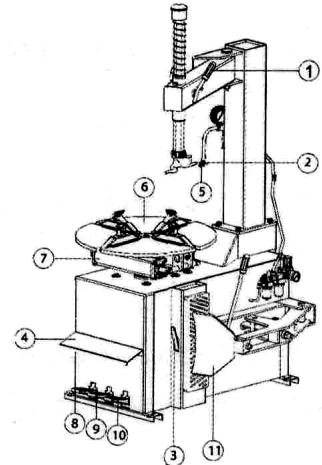
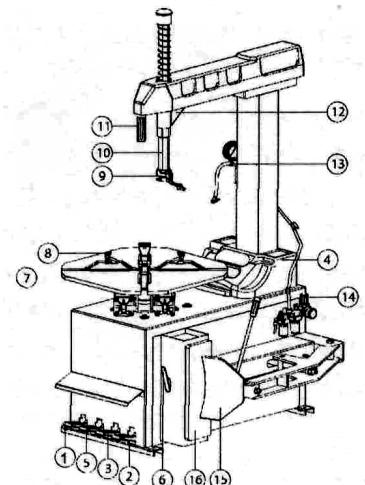
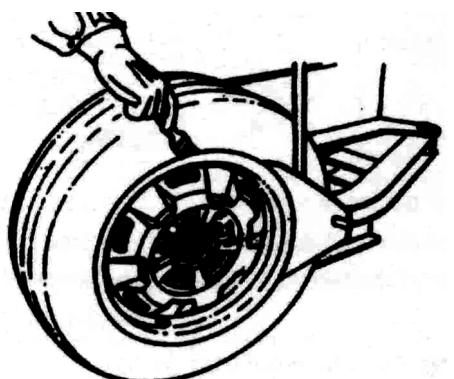
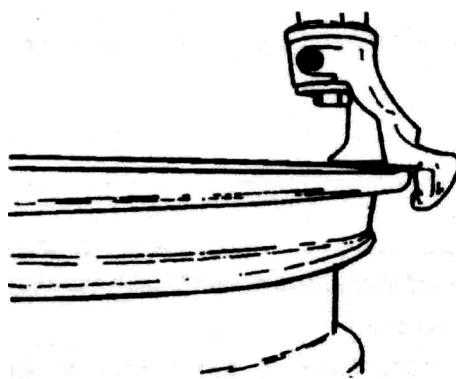

Рис. 2
Рис. 3
Рис. 11
Рис. 12
2.2. Устройство полуавтоматического станка с двойной блокировкой (рис. 2)
2.3. Устройство автоматического станка (рис. 3)
1. Поместите шину между лопatkой устройства отрыва борта и резиновым упором, вставьте лопатку между бортом покрышки и ободом, нажмите на педаль (10) (на рис.2 - 10, на рис.3 - 3), чтобы оторвать борт от обода колеса (Рис.11).
3. Установите вертикальный шток в рабочее положение, чтобы монтажная головка оказалась около обода колеса. Ролик монтажной головки должен находиться в 2 мм от обода, чтобы избежать царапин (Рис. 12). Поверните рукоятку с зажимом и зафиксируйте шток (в автоматическом станке используется блокирующая ручка 11, рис.3).
4. Подцепите борт шины на монтажную головку с помощью монтажной лопатки и нажмите педаль 8 (на рис.2 - 8, на рис.3 - 2), чтобы привести стол во вращение по часовой стрелке. Дождитесь полного отделения борта (рис.13). Рекомендуется помещать монтажную головку примерно в 10мм справа от воздушного клапана камеры (если таковая имеется), чтобы не повредить камеру.
-> Если головка застряла, сразу остановите станок и поднимите педаль 8 (на рис.2 - 8, на рис.3 - 2), чтобы повернуть стол против часовой стрелки и освободить головку.